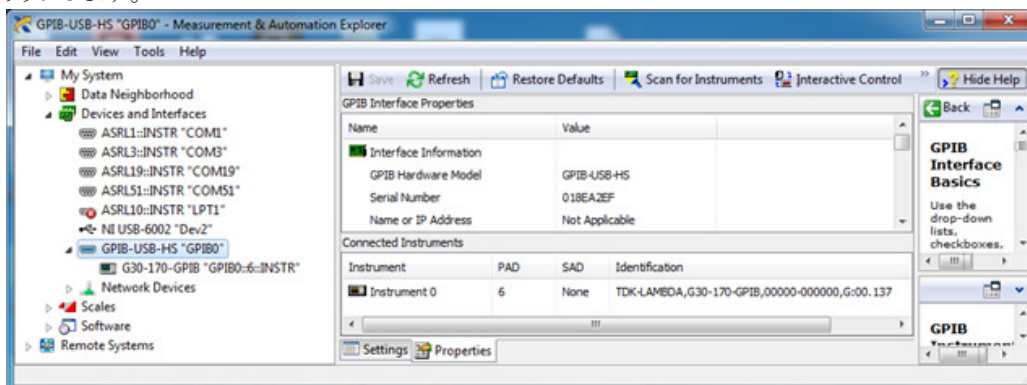

図2-4 計測器のスキャン
2. 図2-4のようにサイドツリーから、”My System”を展開し、”Devices and Interfaces”を選択し”GPIB0”を選択します。